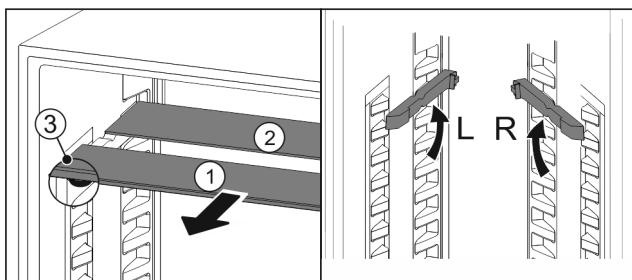

Fig. 94
- ▶ Sortir les tablettes par l'avant Fig. 94 (1).
- ▷ La tablette en verre Fig. 94 (1) avec bordure décorative est située à l'avant.
- ▷ Les butées Fig. 94 (3) sont orientées vers le bas.